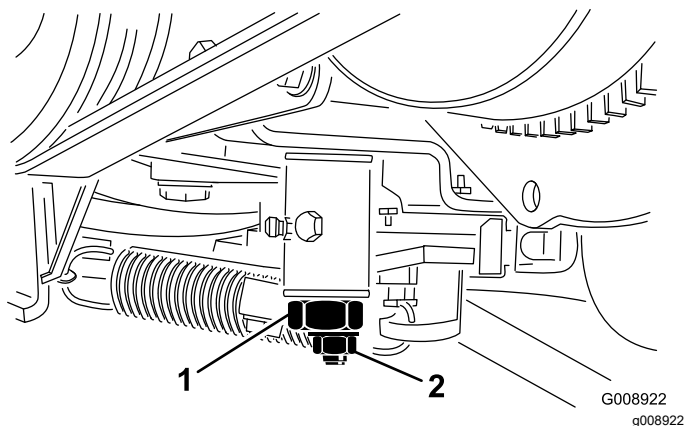

Figura 57
3. Desaperte a porca de bloqueio no excêntrico de tração (Figura 57).